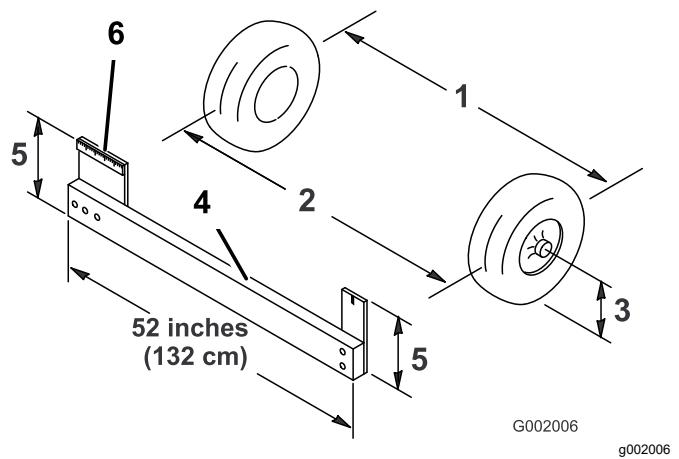

Рисунок 51
4. Измерьте расстояние между обеими передними шинами на уровне моста, с передней и задней стороны передних шин (Рисунок 51).
выравнивания для точного измерения передней части передних колес на высоте моста (Рисунок 51).